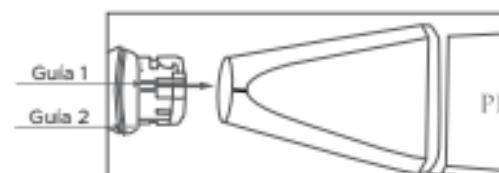

Fig. 2
- Чтобы вставить новый кончик детектора, расположите метку 1, как показано на рис. 2а, сдвиньте ее и поверните по часовой стрелке, чтобы сровнять метку 2 с меткой на корпусе прибора и зафиксировать, как показано на рис. 2б.
рис. 2а
рис. 2б